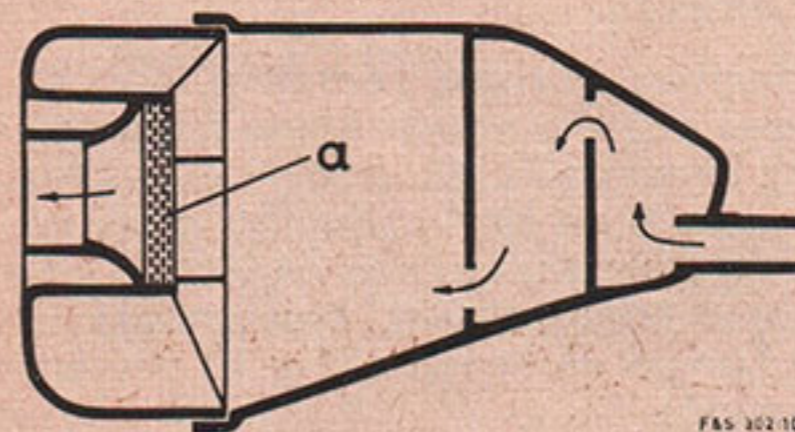

Figure 7
**Après avoir séché les deux parties du filtre, le filtre à air humide a (Fig. 7) doit être arrosé à l'huile moteur.**